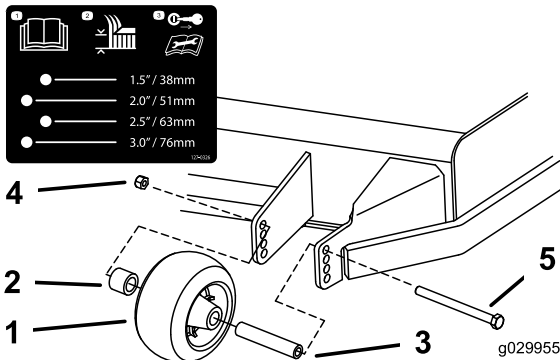
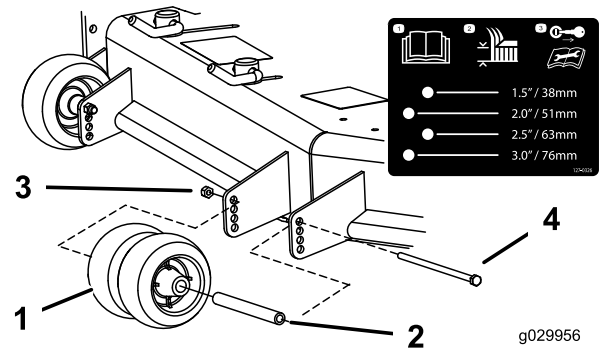

Figura 29
Figura 30
- Ajuste los rodillos protectores del césped, tal y como se muestra en la Figura 29, la Figura 30 y la Figura 31.